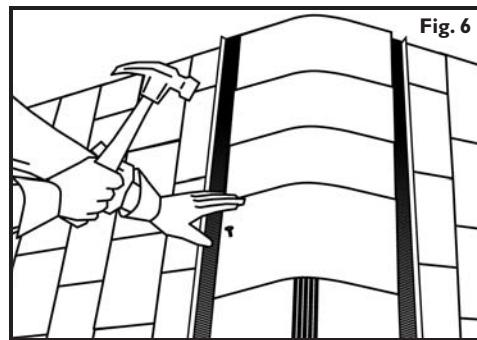

Fig. 6
6. Nail hip and ridge shingle over the vent using nails long enough to meet the penetration requirements of the shingle manufacturer or use nails provided with the VentSure ridge vent. For a clean look, extend the hip and ridge shingle to cover the interlocking tabs or trim tabs off using a utility knife. See Fig. 6.
6. Fije las tejas para lima tesa y cumbre sobre la ventilación con clavos con una longitud que coincida con los requisitos de penetración del fabricante de las tejas o con los clavos provistos junto al respirador de cumbre VentSure. Consulte la Fig. 6.